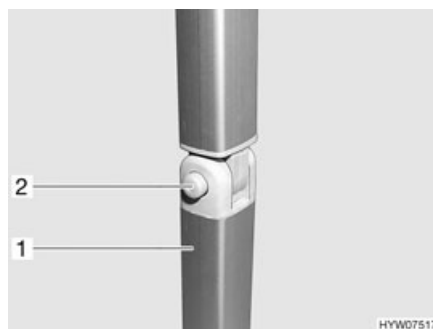

Fig. 37 Supporto snodabile (tavolo sospeso)
- Premere il bottone di sbloccaggio (Fig. 37,2) e mantenerlo premuto.
- Ribaltare di 90° all'indietro la parte inferiore del piede del tavolo (Fig. 37,1). Il bottone di sbloccaggio scatta di nuovo all'infuori.